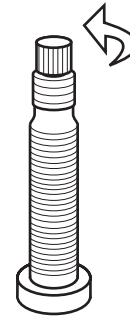

Figure 45. Tournez la valve dans le sens contraire des aiguilles d'une montre.
1. Tournez la valve dans le sens contraire des aiguilles d'une montre. Tournez-la avec fermeté pour la bloquer en position complètement ouverte afin de l'empêcher de vibrer en roulant (Figure 45).